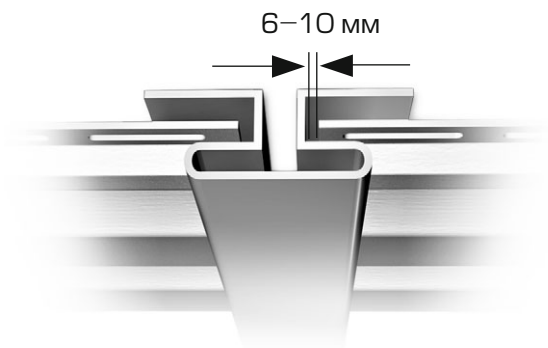

рис. 1
2. Оставляйте зазор (летом 6 мм, зимой 10 мм) для возможного расширения при креплении панелей к фаскам и кромкам (рис. 1).